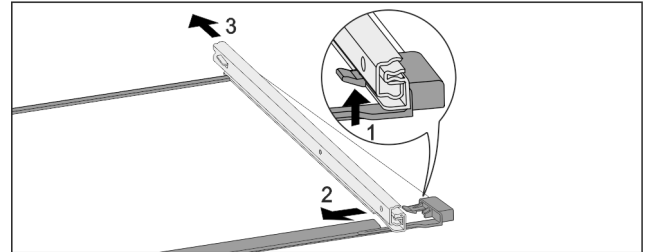

Fig. 253 Glasplatte mit Schienen
- ▶ Vorderen Rasthaken nach oben drücken. Fig. 253 (1)
- ▶ Auszugsschiene zur Seite Fig. 253 (2) und nach hinten Fig. 253 (3) wegschieben.